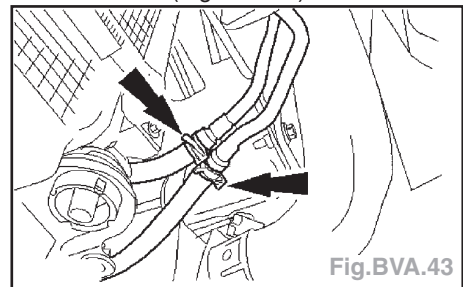

Fig.BVA.43
- Débrancher les flexibles d'alimentation et de retour du refroidisseur d'huile pour transmission (Fig.BVA.43).